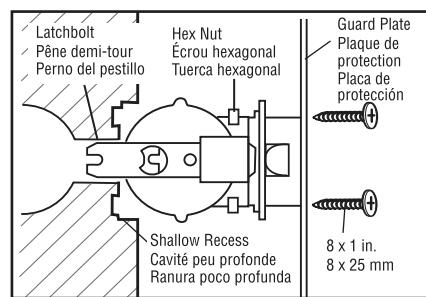

Fig. 3B
**Option B.** For doors that are split, broken, misdrilled, or have weak support around the latchbolt, remove the latchbolt from the door and bolt the latch to the guardplate using the machine hex nuts provided. Drill a shallow recess 3/8 in. in diameter where the latch faceplate screws usually go to allow for the nuts to seat in the edge of the door (**Fig. 3B**).
**Option B.** Si la porte est fendue, brisée ou mal perforée, ou si le renfort du pêne demi-tour est faible, retirez le pêne demi-tour de la porte et fixez-le à la plaque de protection à l'aide des écrous hexagonaux à métal fournis. À l'aide d'un foret d'un diamètre de 3/8 po, percez une cavité peu profonde là où s'insèrent habituellement les vis de la tête du pêne demi-tour, de façon à ce que les écrous puissent se poser dans le rebord de la porte (**Fig. 3B**).
**Opción B.** En puertas que estén partidas, rotas, mal taladradas o que tengan un soporte débil alrededor del perno del pestillo, retire este último desde la puerta y emperne el pestillo en la placa de protección con las tuercas hexagonales para metales que se proporcionan. Taladre una ranura poco profunda de 0,95 cm (3/8") de diámetro donde se instalan normalmente los tornillos de la placa frontal del pestillo a fin de permitir que las tuercas se asienten en el borde de la puerta (**Fig. 3B**).